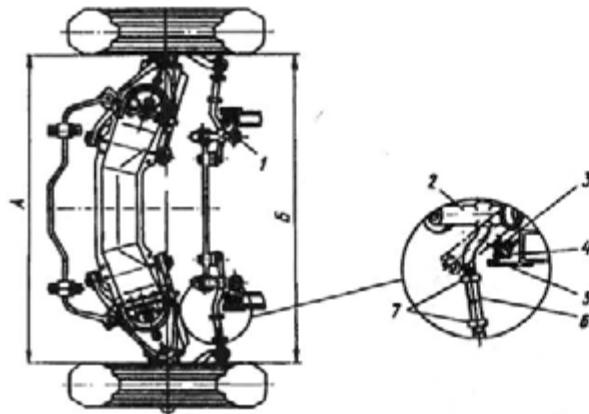

Рис. 190. Установка переднего колеса для регулировки схождения телескопической линейкой и максимального угла поворота:
1. Отпустите две контргайки 7 (рис. 190) на правой или левой рулевой тяге.
Нулевая риска на шкале телескопической линейки совмещается со стрелкой. Далее автомобиль осторожно перекатите вперед до тех пор, пока линейка не переместится в заднюю половину колеса на высоту 180 мм (до отрыва цепочек). По перемещению стрелки определите величину схождения колес в мм. При правильной регулировке разность размеров Б и А (см. рис. 190) должна равняться 1—2 мм.
Для этого отпустите контргайку 3 (см. рис. 190) и вращайте ограничительный болт 4, установленный в кронштейне 5 лонжерона. При правом повороте колеса сошка упирается специальной площадкой в ограничительный болт левого лонжерона. При левом — маятниковый рычаг упирается аналогичной площадкой в болт правого лонжерона. По окончании регулировки затяните контргайку 3 болта 4.